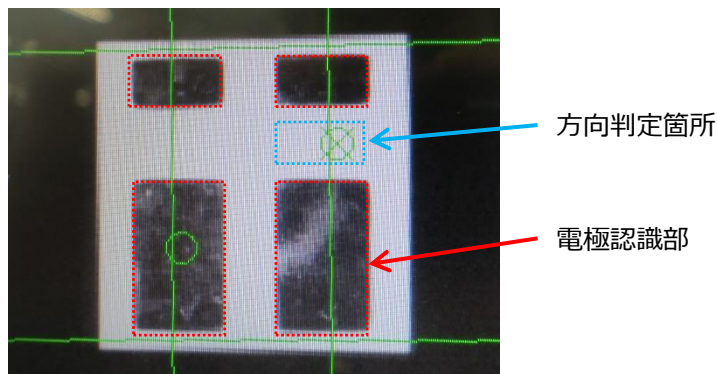

図9. 電極端子認識（推奨）
- ① 電極端子による部品位置認識を推奨します。
- ② 認識エラーが生じる場合はご使用の実装機の認識条件（照明の明るさ等）を調整してください。
- ③ LEDの方向判定を行う場合、アノード-カソード電極間（図9. 部分）に判定枠を設定してください。この部分の輝度差で電極の有無を確認します。